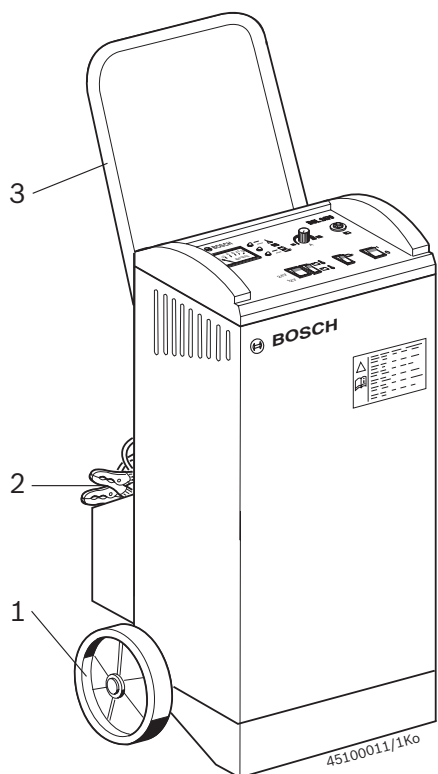

Fig. 1: BSL 2470
3. Sluit de laadklemmen (Fig. 1, pos. 1) op de juiste polen van de accu aan. De rode klem op de pluspool (+) en de blauwe klem op de minpool (-).
1. Schakel de acculader uit (Fig. 1, pos. 9).